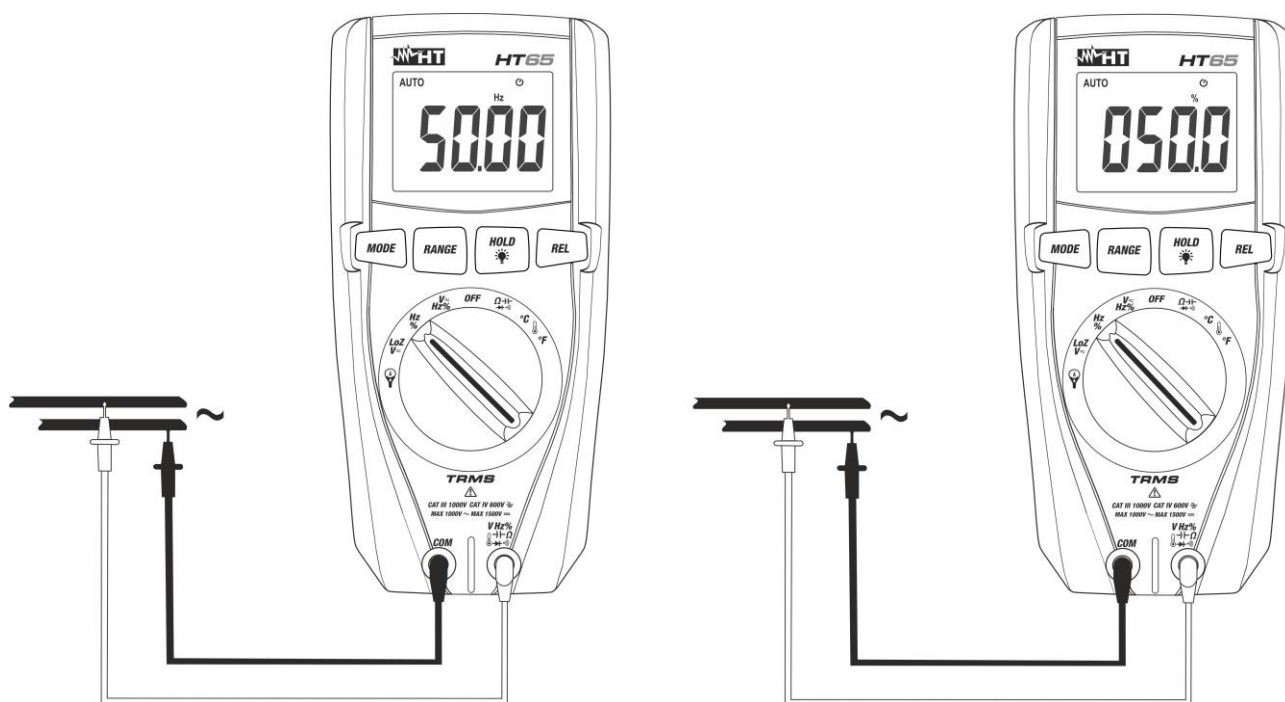

Fig. 5: Uso dello strumento per misura di Frequenza e Duty Cycle
4. Posizionare il puntale rosso ed il puntale nero rispettivamente nei punti del circuito in esame (vedere Fig. 5). Il valore della frequenza (Hz) o duty cycle (%) è mostrato a display